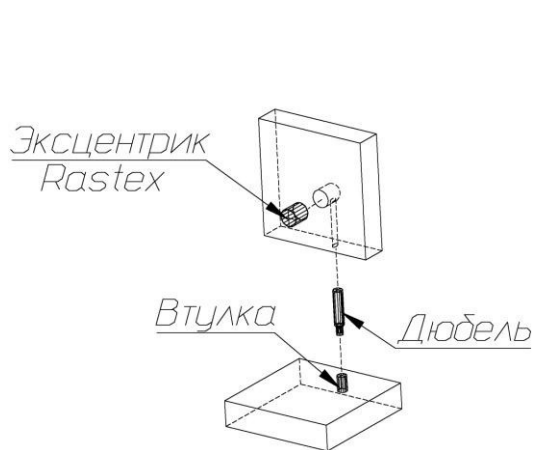

Рис. 1
1. В боковые стенки (2), (02), перегородки (4,04), нижний щит (3), заднюю стенку (6) имеющиеся отверстия установить эксцентрики таким образом, чтобы стрелка была повернута в сторону отверстия в торце.
В установленные муфты эксцентриковых стяжек на боковых стенках (2), (02), крышке (1), задней стенке (6) ввернуть дюбели, в соседние отверстия установить шканты (рис.1).
Собрать между собой боковые стенки (2), (02), нижний щит (3), перегородки (4), (04) и заднюю стенку (6) так, чтобы дюбели и шканты вошли в предназначенные для них отверстия (рис.1).